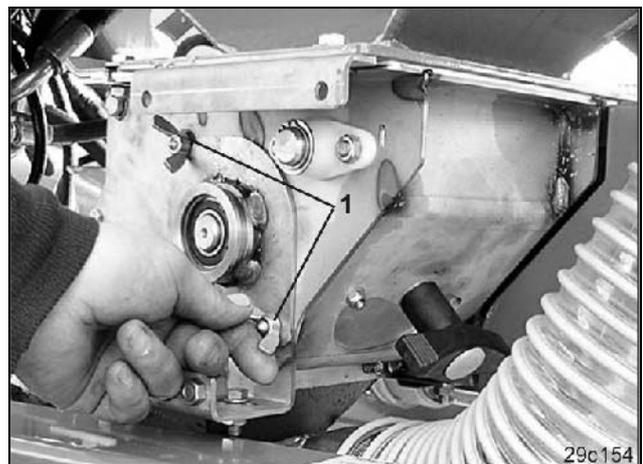

Fig. 59
- Desserrez deux écrous à ailettes (Fig. 59/1), ne les dévissez pas.